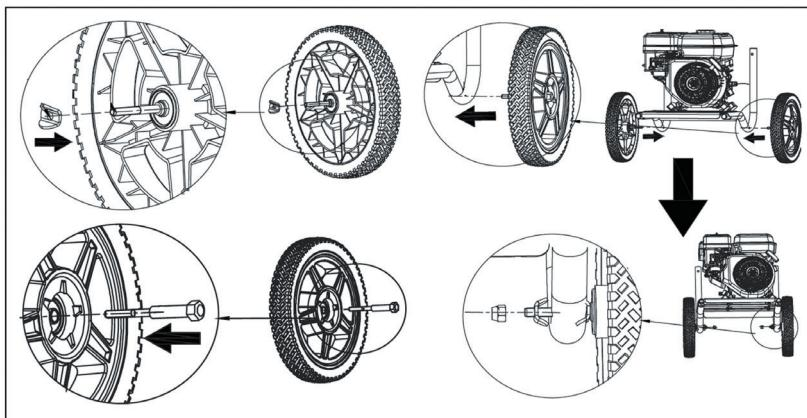

Рис. 2
2. Установите транспортировочные колеса, используя крепеж из комплекта (рис. 2, рис. 6).